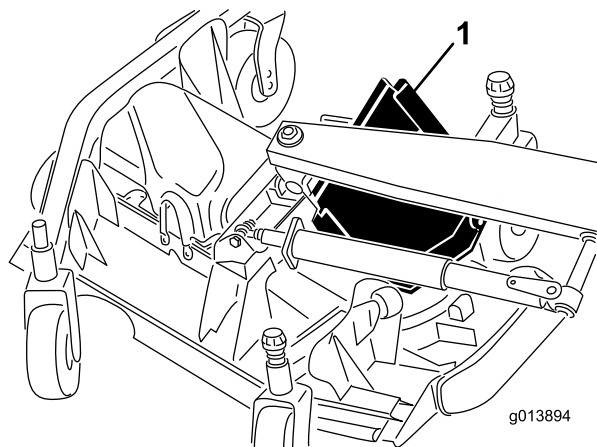

Figura 47
6. Levante el borde delantero y guíelo entre el brazo de elevación y el rodillo para retirarlo (Figura 47).